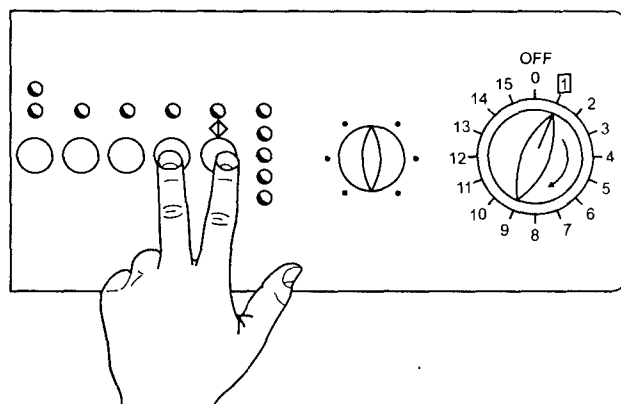
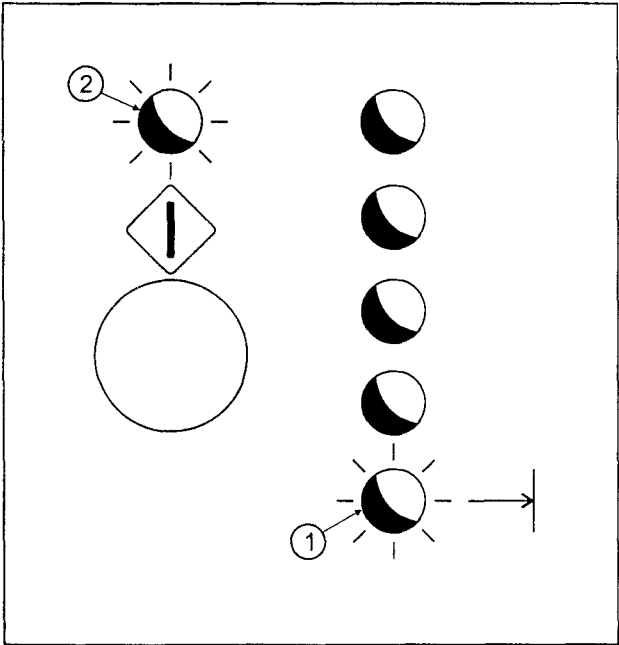

Рис. 5.1.1. Передняя панель СМ ELECTROLUX с системой управления EWM 1000
Рис. 5.1.3. Индикация кода ошибки на передней панели
- на передней панели СМ одновременно нажимают и удерживают кнопку СТАРТ/ПАУЗА и одну из опционных кнопок, как показано на рис. 5.1.1;
- поворачивают ручку селектора программ по часовой стрелке в положение 1 (см. рис. 5.1.1).
Он используется для проверки функционирования клапана залива воды в отделение дозатора для основной стирки. Для включения режима 2 переводят селектор программ в положение 2 (см. рис. 5.1.1 и 5.1.2).
Он используется для проверки функционирования клапана залива воды в отделение дозатора для предварительной стирки. Для включения режима 3 селектор программ переводят в положение 3 (см. рис. 5.1.1 и 5.1.2).
рительной стирки) через отделение дозатора для добавок — вода заливается одновременно через оба клапана. Для включения режима 4 селектор программ переводят в положение 4 (см. рис. 5.1.1 и 5.1.2).
Данный режим в СМ с системой управления EWM 1000 (+) не используется. Он предназначен для проверки машин с тремя клапанами залива воды. Для включения режима 5 селектор программ переводят в положение 5 (см. рис. 5.1.1 и 5.1.2).
Для этого, переводят селектор программ в положение 10 (см. рис. 5.1.1 и 5.1.2). После этого на передней панели СМ начинают мигать индикаторы КОНЕЦ ЦИКЛА и СТАРТ/ПАУЗА. Последний код ошибки можно считать в диагностическом режиме (1 и 2 на рис. 5.1.3). Первый индикатор отображает десятки, а второй — единицы двухразрядного кода ошибки. Индикаторы мигают сериями вспышек с паузой 0,4 с. По окончании серии вспышек — 2,5-секундная пауза и далее все повторяется снова. Количество миганий индикатора в серии и есть искомая цифра кода ошибки.
Для этого переводят селектор программ в положение 10 и одновременно нажимают и удерживают (не менее 2 с) кнопки на передней панели СМ (см. рис. 5.1.1 и 5.1.2).
Для этого включают СМ сетевой кнопкой и в течение 2 с одновременно нажимают и удерживают кнопки на передней панели СМ (см. рис. 5.1.1 и 5.1.2). Все светодиоды гаснут, а затем начинают мигать сериями два светодиода (см. рис. 5.1.3) в соответствии с последним кодом ошибки.